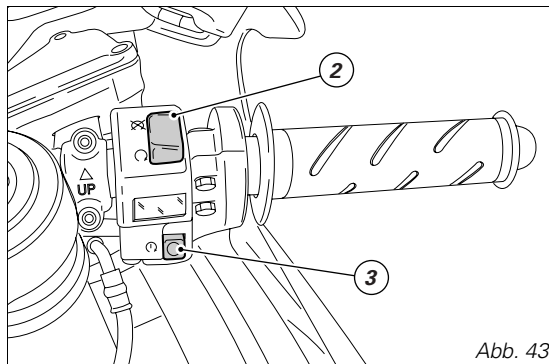

Abb. 43
3) Sicherstellen, dass sich der KILLSCHALTER (2, Abb. 43) auf  (RUN) befindet, dann den Startknopf (3) drücken.